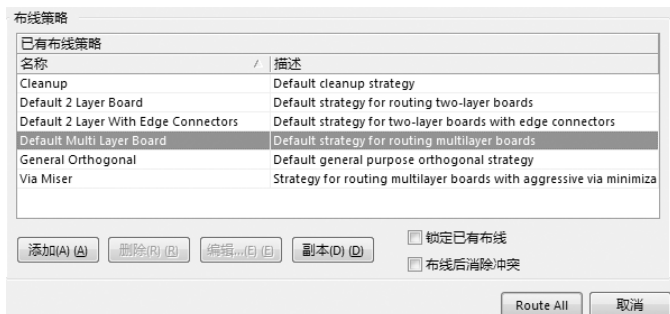

图 9-66 选择布线策略
(1) 选择菜单栏中的“自动布线”→“Auto Route”(自动布线)→“全部”命令,打开“Situs 布线策略”(位置布线策略)对话框,在其中选择“Default Muti Layer Board”(默认的多层板)布线策略,如图 9-66 所示。